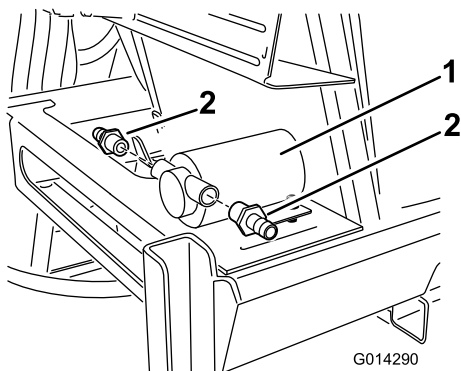

图20
3. 从散装零件中找到直通宝塔式软管接头，将接头安装到冲洗水箱泵的入口和排出口上（图20）。